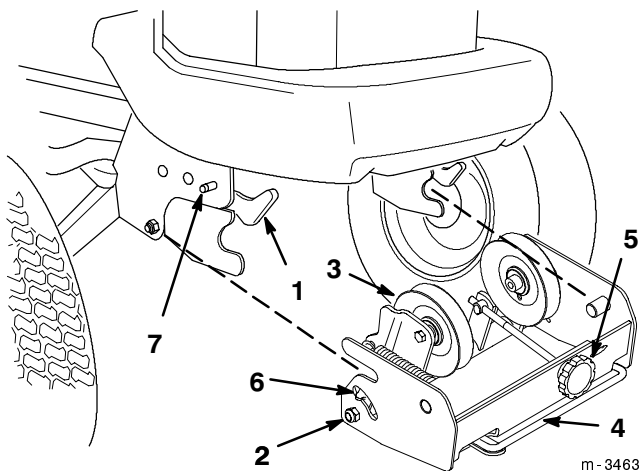

Abbildung 4
4. Den Rollenkasten anbringen, wenn er sich noch nicht am Traktor befindet. Darauf achten, dass die Attach-A-Matic™-Verriegelung vorne am Traktor offen ist (Abb. 4). Dann den Rollenkasten in die Attach-A-Matic™-Verriegelung schieben. Die Verriegelung schließen.